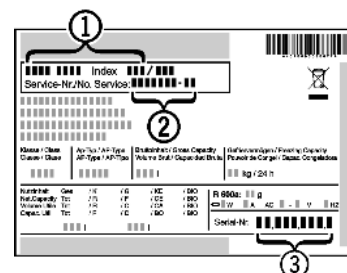

Fig. 43
- ▶ Identificați denumirea aparatului Fig. 43 (1), numărul de service Fig. 43 (2) și numărul de serie Fig. 43 (3) pe marca de fabricație. Marca de fabricație se află pe partea stângă în interiorul aparatului.